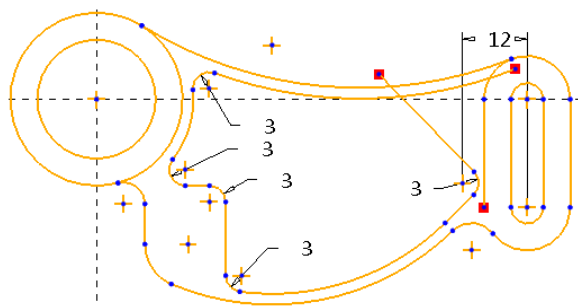

图 2-92 创建内部轮廓的圆角
- 最后单击  按钮，创建内部轮廓中相同半径（R3）的圆角，如图 2-92 所示。